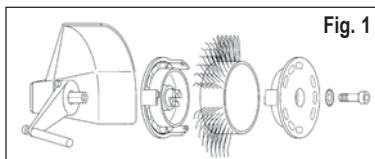
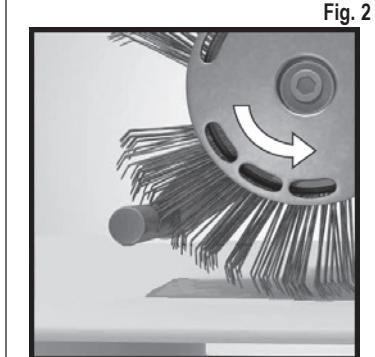

Fig. 1
Fig. 2
- Întrerupeți alimentarea cu tensiune și apoi fixați în mod corect pe aparat banda **MBX® Bristle Blaster®** de 23 mm împreună cu sistemul de prindere (respectați direcția de rotație) și cu șaiba evantai și șurubul aferent. Vezi Fig. 1 și Fig. 2
Utilizați o bandă **MBX®** în direcția greșită de rotație? – Ajustați banda cu perii astfel încât să meargă în direcția corectă (vezi capitolul 5, Punerea în funcțiune, Fig. 2).